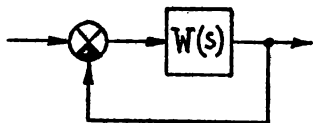

Рис.23
18. На вход системы (рис. 23) подано ступенчатое воздействие. Считая